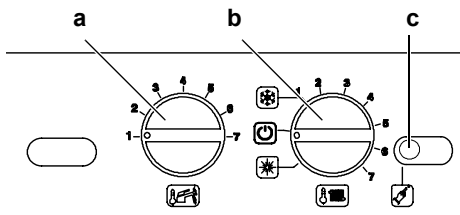

Figura 5.39 Pannello comandi.
- 7 Per uscire dalla programmazione posizionare il selettore di funzione / manopola regolazione temperatura riscaldamento **b** come indicato in **Figura 5.39**